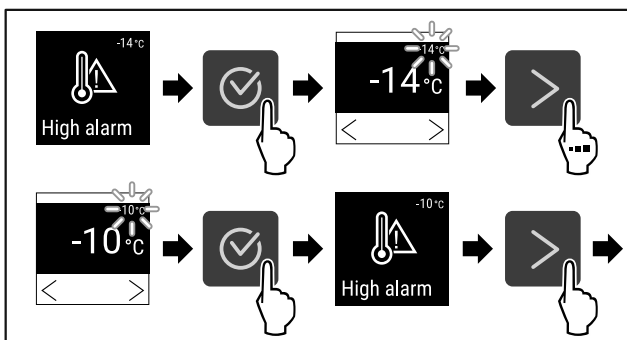

Fig. 99
- ▶ Genomför handlingsstegen (se Fig. 99).